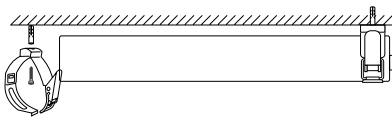

Рис. 2. Установка светильника накладным способом
- 3.3. Накладной монтаж (рис. 2)